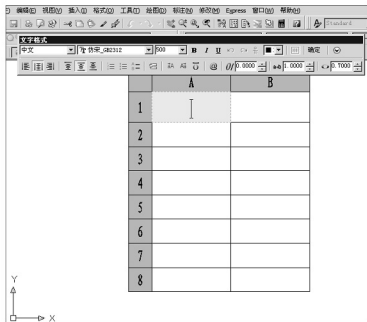

图 3.124 输入表格单元数据
①【插入方式】选项组: 点选【指定插入点】单选按钮, 通过指定表格左上角的位置来定位表格。
②【列和行设置】选项组: 设定列数、列宽、行数和行高。
(2) 单击【确定】按钮, 关闭对话框, 在指定插入点: 提示下, 在绘图区域单击一点以确定表格左上角的位置。
(3) 此时在绘图区域插入了一个空白表格, 并且同时打开文字编辑器, 此时可以开始在表格中输入内容, 如图 3.124 所示。依次输入相应文字, 输完一个单元后, 按 Tab 键可